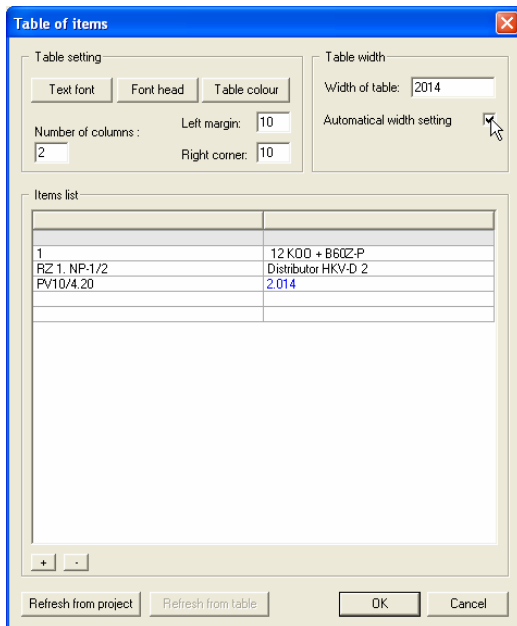

Рис. 3.2-55 Создание таблицы
5. Появится диалоговое окно *Table of items/Таблица статей*. В ней находится перечень всех статей, которые появятся в таблице. К ним можете дописать и следующие статьи вручную таким образом, что щелкнете кнопку *+*, чем прибавите новую строку, в которую можете вписывать следующие данные. В настройке таблицы можете изменить ее параметры, число рубрик, ширину, фонт, цвет и размер шрифта. Также можно выбрать автоматическую настройку ширины таблицы, которая будет генерироваться по размеру шрифта. Названия заголовков рубрик создаете таким образом, что щелкнете левой кнопкой в 1-ую строку таблицы в соответствующей рубрике и прямо впишете желаемое название. (Рис. 3.2-55)